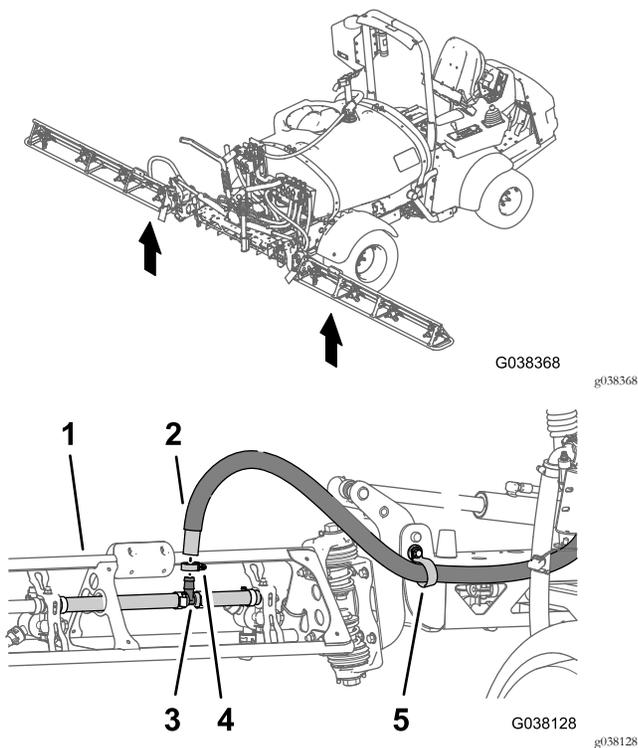

Figure 82
- Faites passer le flexible de la section de rampe droite dans le collier de support au bout de la section de rampe centrale (Figure 82).
4. Branchez le flexible de section de rampe droite au raccord en T de la section de rampe droite (Figure 82).